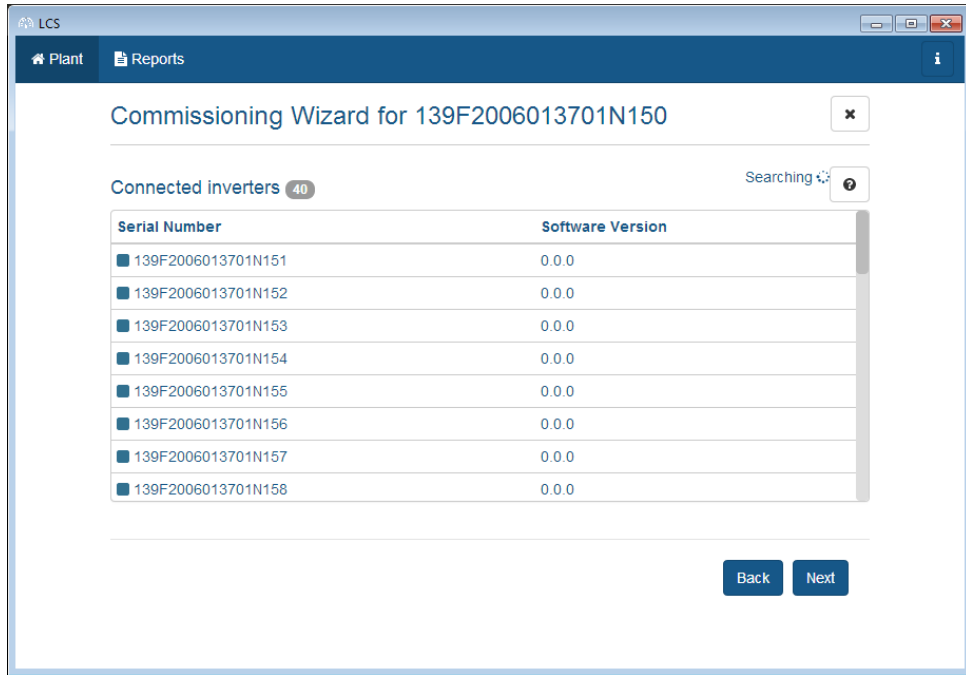

Ilustración 3.6 Herramienta LCS: lista de inversores conectados
4. Se muestra una lista de inversores identificados por el Inverter Manager. Consulte *Ilustración 3.6*. Compruebe que la lista de inversores esté completa. Compruebe que todos los inversores estén presentes. Es posible continuar la configuración de los inversores incluidos en la lista aunque no se hayan descubierto todos los inversores. Los inversores no descubiertos se pueden configurar más tarde.